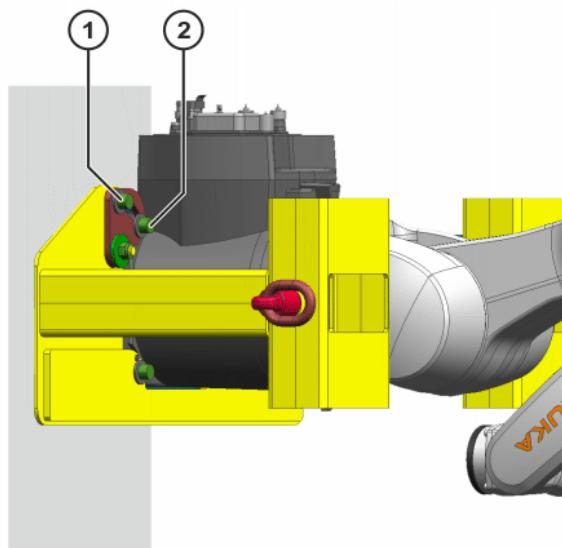

Abb. 8-16: Schrauben oben herausdrehen
14. 2 Innensechskantschrauben M12x30-8.8-A2K (Innensechskantschrauben oben) und Scheiben oben aus dem Grundgestell herausdrehen (>>> Abb. 8-16).